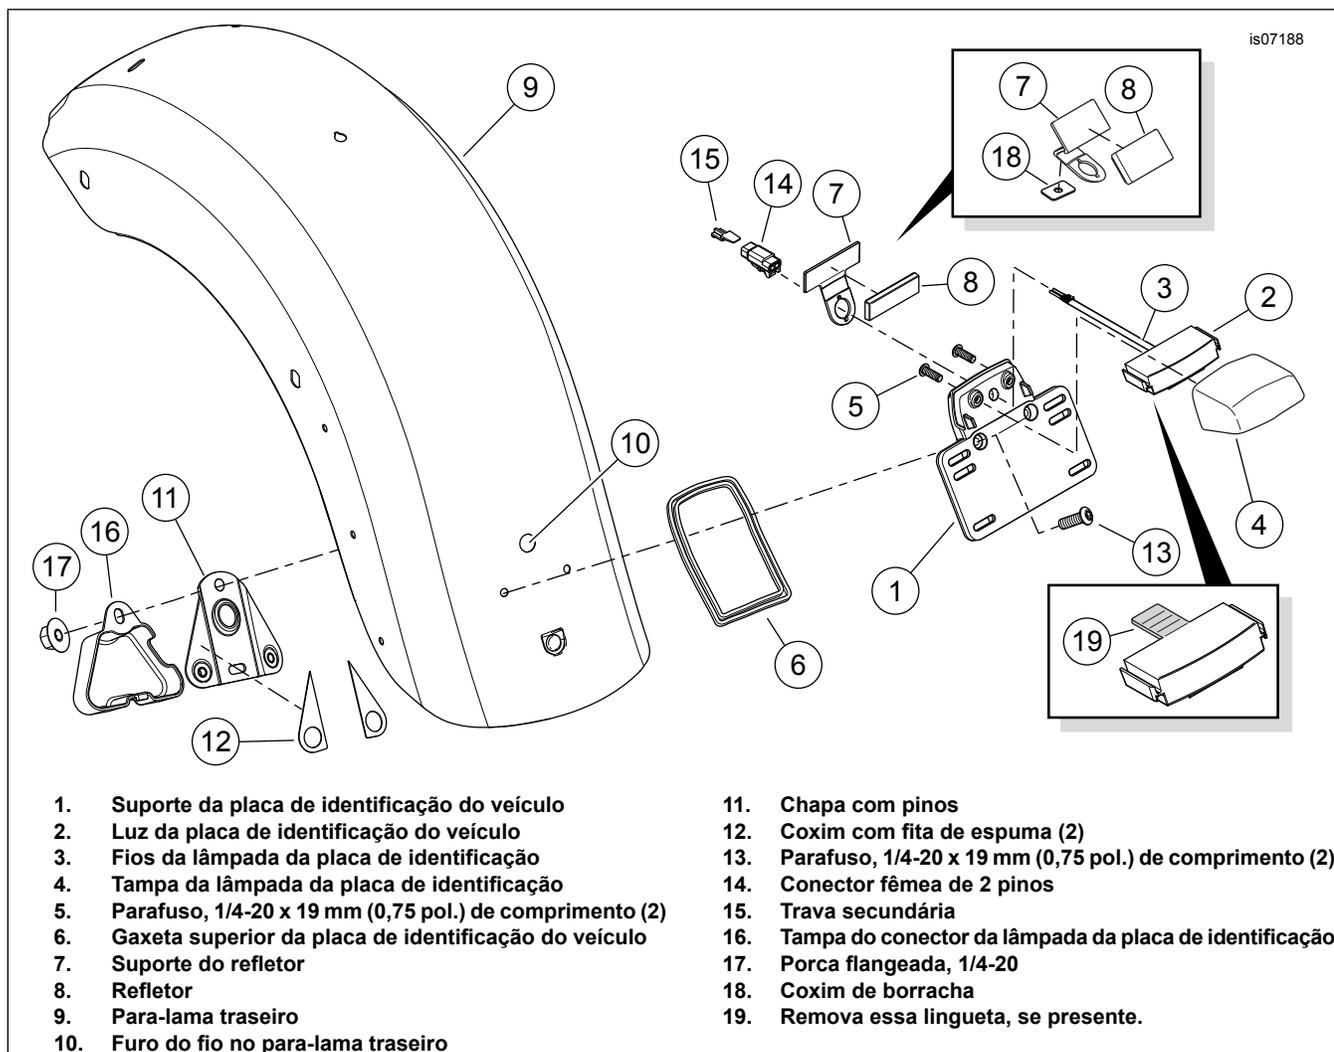

Figura 4. Instalação do suporte e da lâmpada da placa de licença do veículo
Algumas lâmpadas da placa de licença do veículo têm uma lingueta (veja o suplemento Figura 4, item 19) que impede a instalação. Remova a lingueta antes de continuar.
1. Veja Figura 4. Monte a luz da placa de licença (2) e a tampa (4) no suporte da placa de licença do veículo (1). Aperte os parafusos (5) com torque de 6,4–7,8 N·m (57–69 in-lbs).
2. Pegue a chapa com pinos (11) e dois coxins com fita de espuma (12) do kit. Retire a película da parte traseira adesiva em um lado de um coxim. Posicione com cuidado o coxim em um flange da chapa com pinos, no lado oposto das porcas. Pressione no lugar com firmeza. Repetição com o segundo coxim no flange restante. Retire a película do lado exposto dos coxins.
3. Pegue o refletor correto (8) e o suporte (7) do kit. Remova o verso adesivo do refletor. Instale no suporte como mostrado.
**Modelos internacionais que usam suporte de refletor 60921-09**(veja Figura 4 ): Remova a película da parte traseira adesiva do coxim de borracha de 30 x 19 x 1 mm ( x in) (18). Posicione o coxim na parte traseira do suporte do refletor (7) imediatamente acima do furo, como mostrado. Pressione no lugar com firmeza.
4. Enquanto segura a gaxeta (6) no lugar, passe os fios da lâmpada (3) através do suporte da placa de licença (1), do suporte do refletor (7) e do furo (10) no para-lama (9).
5. Segure a chapa com pinos (11) no lugar no lado de baixo do para-lama. Fixe o suporte da placa de licença do veículo (1) na chapa com pinos com os parafusos (13). Aperte os parafusos com firmeza.
6. Insira os fios da lâmpada da placa de licença do veículo no conector fêmea de dois pinos (14) de acordo com o Manual de serviço. Fixe com a trava secundária (15). Conecte o conector macho de duas vias do chicote de fios da traseiro no soquete da lâmpada da placa de licença (45B).
7. Instale a tampa do conector da luz da placa de licença do veículo (16). Fixe com uma porca flangeada (17). Aperte a porca com torque de 3,4–5,1 N·m (30–45 in-lbs).